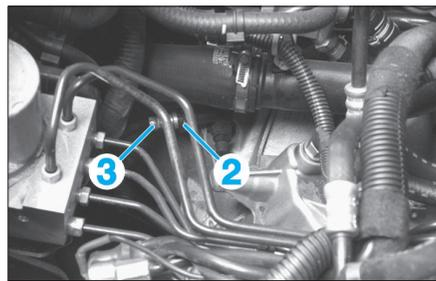

FIG. 4
- Déposer l'agrafe (2) (Fig.4).
- Désaccoupler la canalisation hydraulique (3).